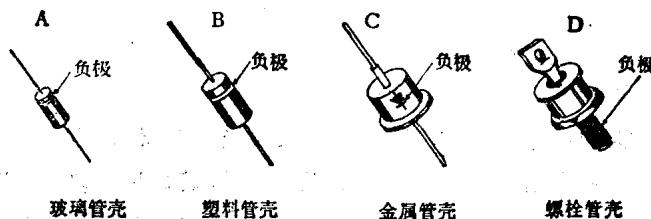

图 1-1 二极管封装
2. 将红表笔接二极管正极，黑表笔接负极。对于硅二极管，电阻读数应为无穷大或接近无穷大。对于锗二极管，电阻读数应为几百千欧。如果电阻读数为零，则表示二极管已经内部短路而损坏。一般，性能正常的二极管在一个方向测得的电阻值应很小，而反方向的电阻值则很大。如果遇到未标明极性的二极管时，这项测试将是判别其哪一端为正极、哪一端为负极的简单方法。如果测出二极管是好的，用步骤1可判别它的正极和负极。常用的小信号二极管的管壳封装是多种多样的，图1-1绘出了其中的几种。注意：有些二极管的负极端印有横条或环形标记，还有的在金属壳上印有二极管符号，如图1-1C所示。国产二极管型号一般用2AP、2CP、2AK、2DK等字母开头，美国二极管型号一般用1N开头，例如1N60、1N35、1N4001等，还有用字母GE开头的。